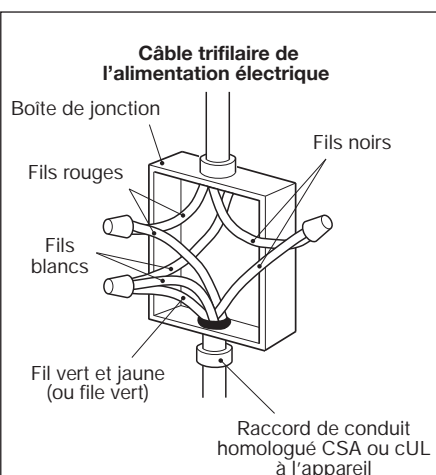

Fig. 6.1
8. Connectez les fils sertis blancs du câble du four au fil neutre (blanc) de la boîte de jonction (Fig. 6.1).